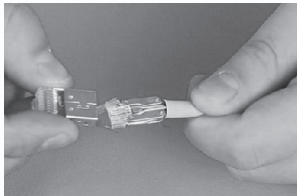

图4-49 插入水晶头
11) 插入水晶头。首先把水晶头有刀片的一面朝向自己,把水晶头插入已经装好金属理线器和塑料分线器的线头,如图4-49所示。注意,必须插到底,金属接地线不能插入。